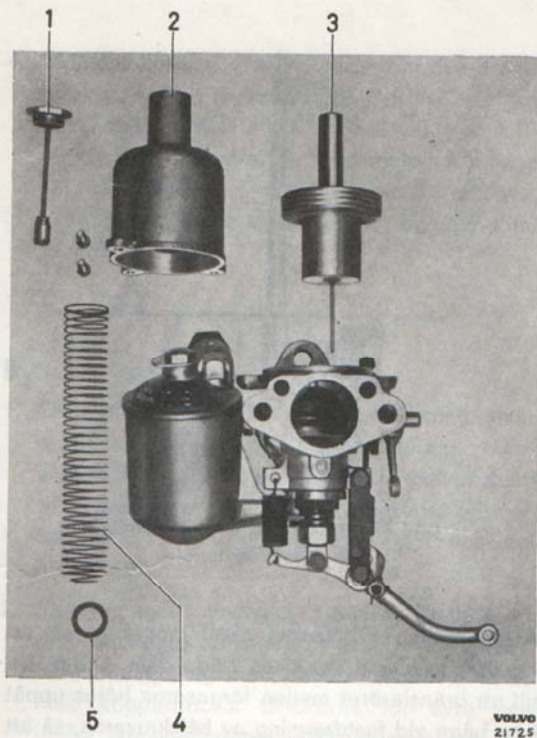

Bild 14. Vakuuskammare isärtagen.
Med vissa mellanrum, omkring 20.000 km, är det lämpligt att demontera och rengöra vakuumkammare och -kolv (2 och 3, bild 14). Därigenom erhålles bättre gång, isynnerhet vid tomgång och delvarvtal.
1. Demontera dämparen (1 bild 14) från vakuuskammaren.